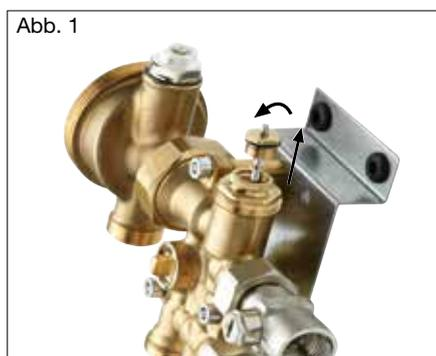
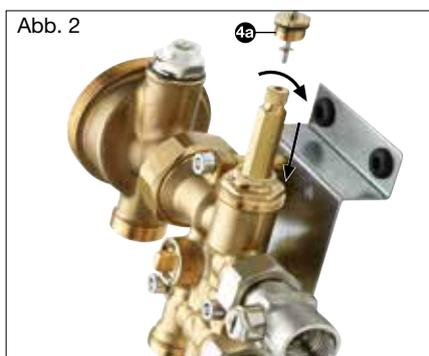

Abb. 1
Abb. 2
- Ventileinsatz herausdrehen (Abb. 1), dann Ventil mittels Einstellwerkzeug  um ca. 1 Umdrehung schließen (Abb. 2).